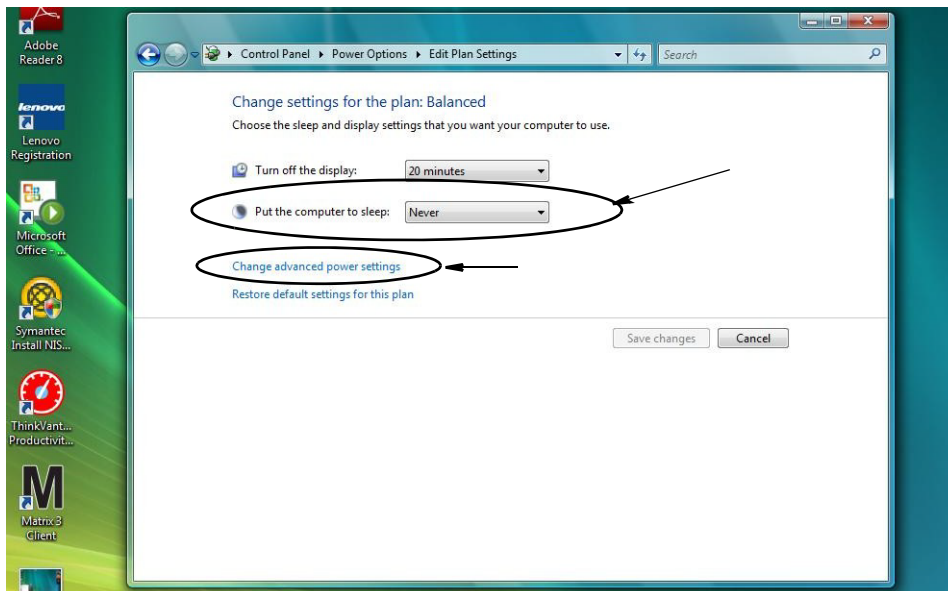

FIG. 19
4. Modificare il campo “Sospensione computer in” MAI. Selezionare quindi “Cambia impostazioni avanzate risparmio energia” (FIG. 19).